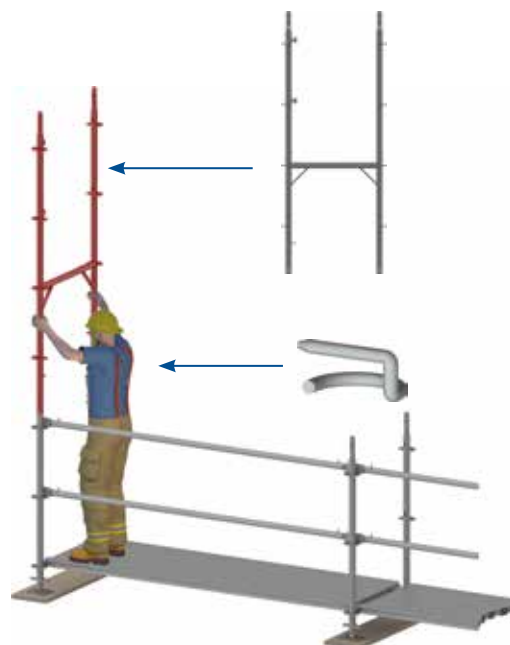

Figure 12 : Montage cadre en H.
1. Le premier cadre en H est monté sur le premier niveau d'échafaudage. Il est ensuite fixé avec une goupille d'échafaudage (voir la figure 12). Ensuite, une diagonale verticale est montée.